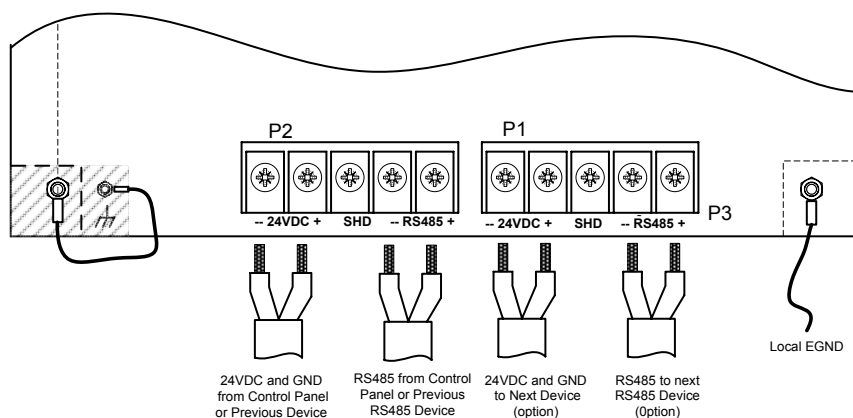

Рис. 3. Соединение информационного табло к S-BUS.
- Соедините провода питания и RS-485 как показано на Рис.3. Одноимённые контакты терминальных блоков P1 и P2 закорочены между собой, поэтому предварительное удалённое устройство и последующее может быть подключены к разным терминальным блокам.
- Установите переднюю панель на установленную в стену внутреннюю часть коробки и закрепите болтами (5).